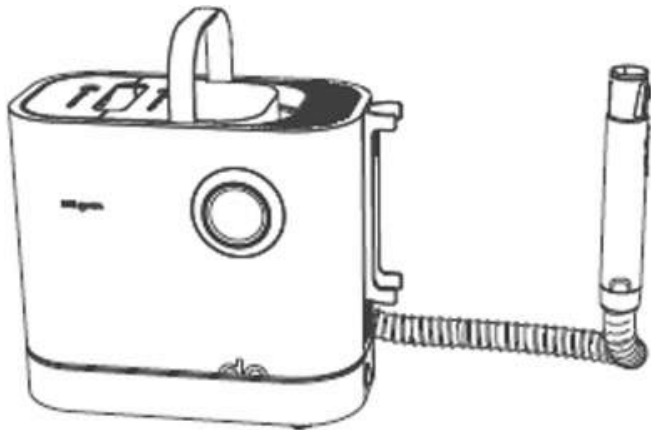

Fig. 3
1. Verplaats de machine vóór gebruik met de hendel naar de werktafel. Haal het handvat van de borstel uit het hoofdonderdeel en haal ook de slang los (zie fig.3).